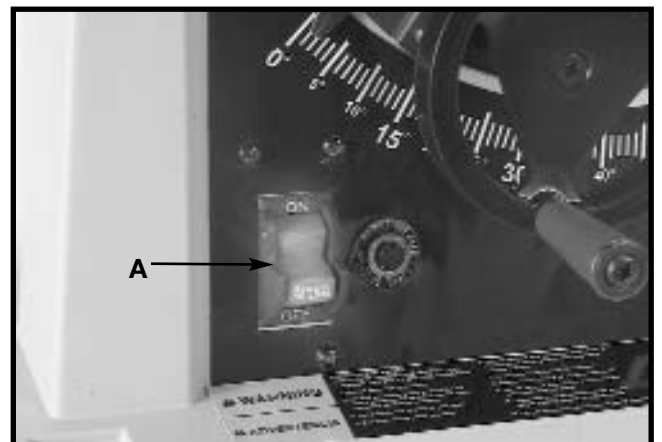

Fig. 27
El interruptor (A) Fig. 27 está localizado en el tablero delantero del gabinete de la sierra. Para encender la sierra, mueva el interruptor (A) a la posición superior. Para apagar la sierra, mueva el interruptor (A) a la posición inferior.